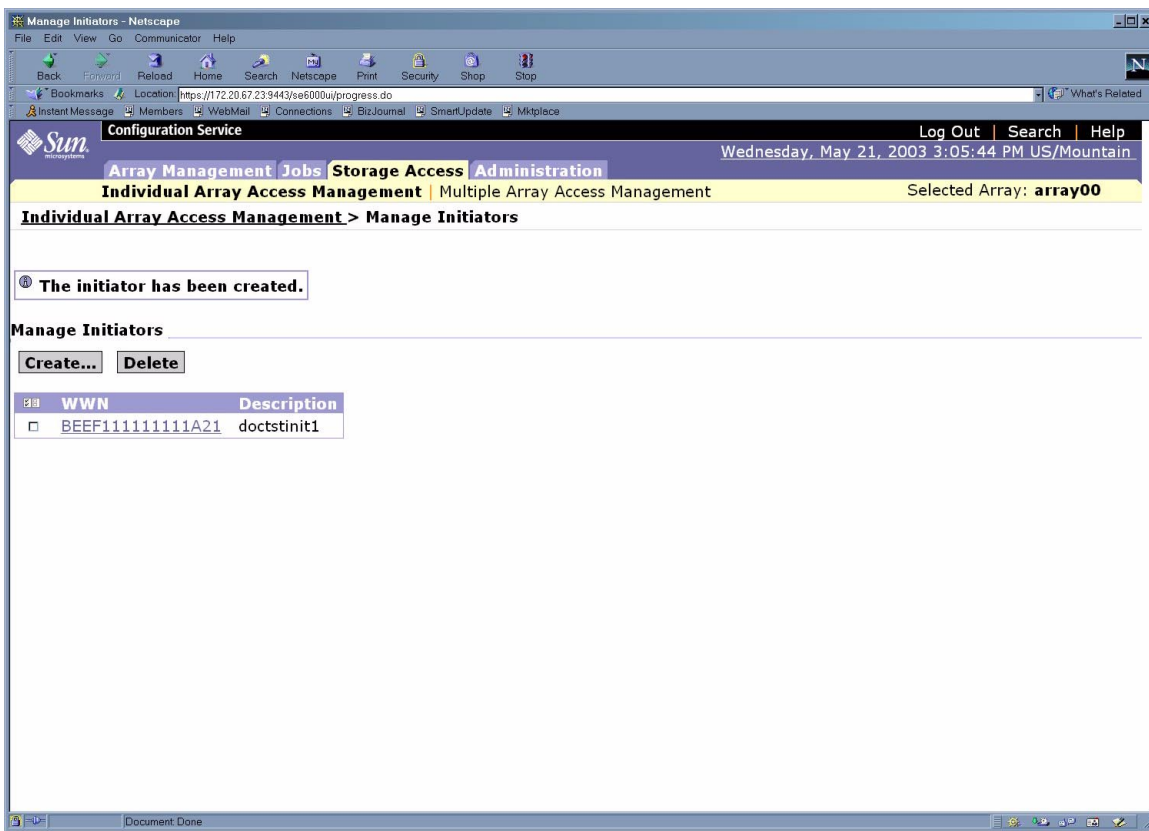

図 6-34 イニシエータの管理 - イニシエータが作成されたことを示すページ
9. 「保存」をクリックします。図 6-34 に示すようにイニシエータの作成に成功したことが確認されます。